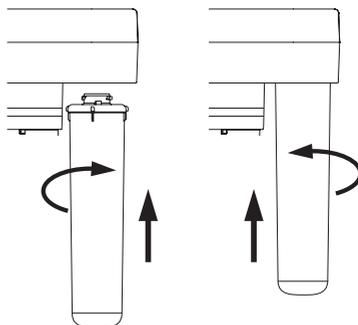

Рис. 8
- Выньте сервисную заглушку мембранного модуля и, следуя таблице 2, вставьте каждый модуль в соответствующий коллектор до упора и поверните по часовой стрелке до щелчка (рис. 8).